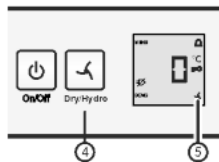

Fig. 3
- ▶ Setarea opțiunii **hydro**: Apăsăți tasta dry/hydro Fig. 3 (4), până când este afișat simbolul . Eliberați tasta.
- ▷ Simbolul dry/hydro Fig. 3 (5) luminează.
- ▶ Setarea opțiunii **dry**: Apăsăți tasta dry/hydro Fig. 3 (4), până când simbolul  dispăre. Eliberați tasta.